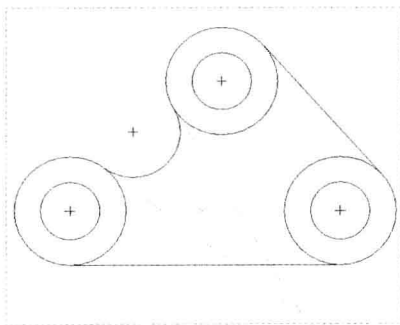

图 2-85 圆形圆角
- 圆形:圆角的形状为规则的圆形。例如,选择“圆形”选项,分别选取两个图元,系统便会在这两个图元间创建圆形圆角,如图2-85所示。